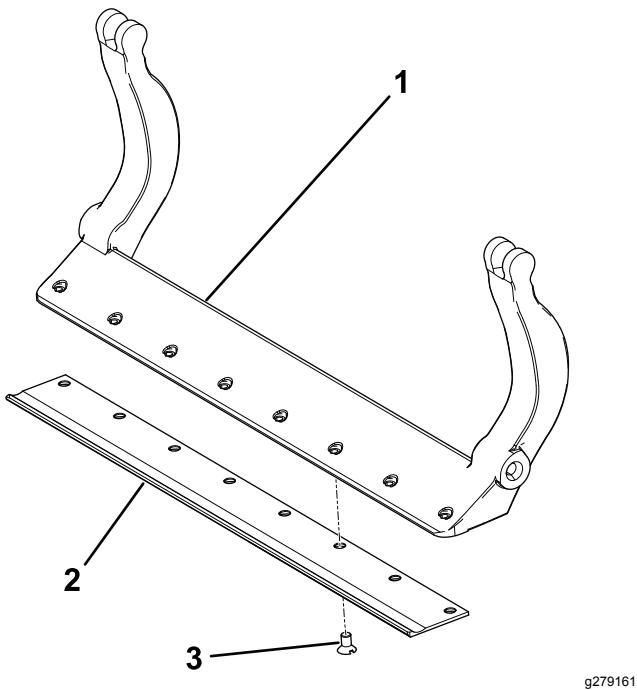

Figure 34
- Appliquez du produit antigrippant sur les vis et montez la contre-lame sur la barre d'appui comme suit (Figure 34) :
- Serrez les 2 vis à extérieures à 1 N·m ; voir Figure 34.
- En partant du centre de la contre-lame, serrez les vis à un couple de 23 à 28 N·m ; voir Figure 34.